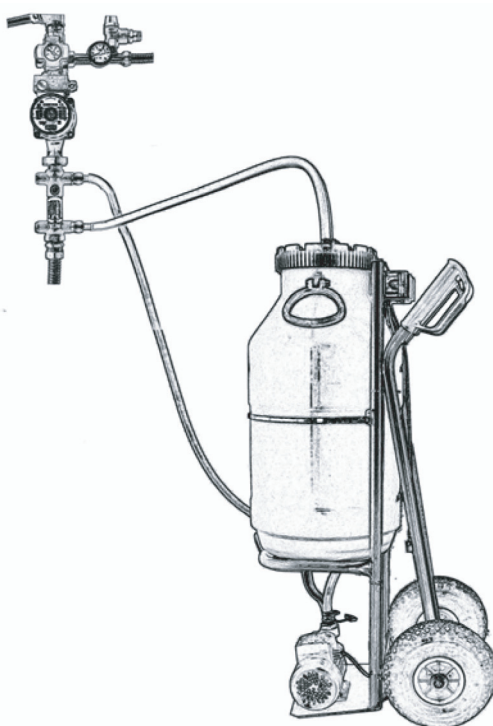

Рис. 31: наполнение системы солнечного теплоснабжения
- для наполнения системы используйте наполнительную установку с баком для теплоносителя и наполнительным насосом (см. рис. 31)